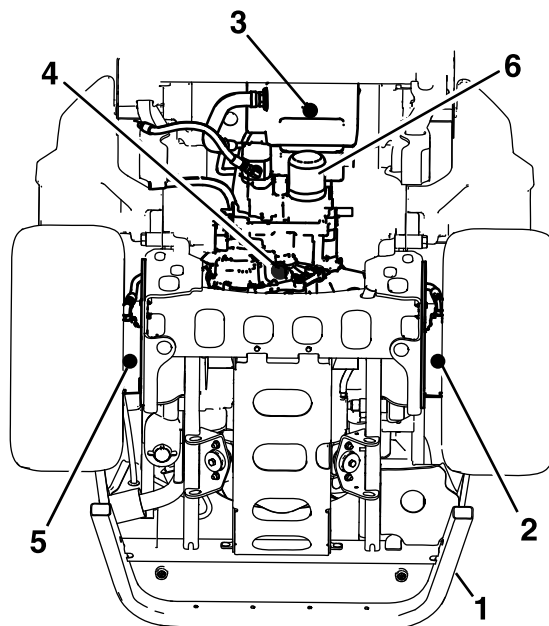

Figura 63
4. Posizionate una bacinella di spurgo grande sotto il serbatoio idraulico, la scatola della trasmissione e i motori della ruota destra e sinistra (**Figura 63**).
5. Rimuovete i tappi di spurgo da ogni zona e procedete allo spurgo del fluido idraulico (**Figura 63**).
6. Pulite la zona attorno al filtro del fluido idraulico e rimuovete il filtro (**Figura 63**).